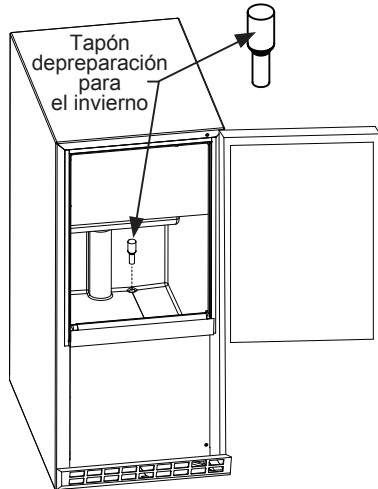

Figura 5
13. Instale el tapón de protección invernal en el orificio de desagüe de agua de la bandeja de hielo (Figura 5).